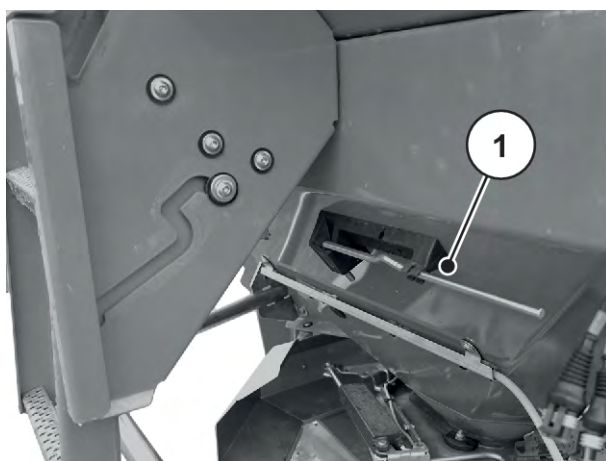

Рис. 32: Положение регулировочного рычага AXIS xx.2
- ▶ Поместите регулировочный рычаг в предусмотренное для него крепление. См. *Рис. 32 Положение регулировочного рычага AXIS xx.2*